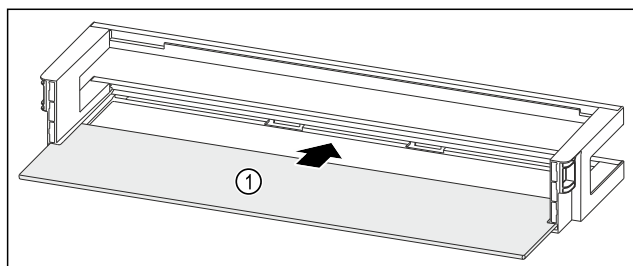

Fig. 210 Rafti i derës me raft mbajtës
- Futni raftin mbajtës Fig. 210 (1) në folëtë anësore.